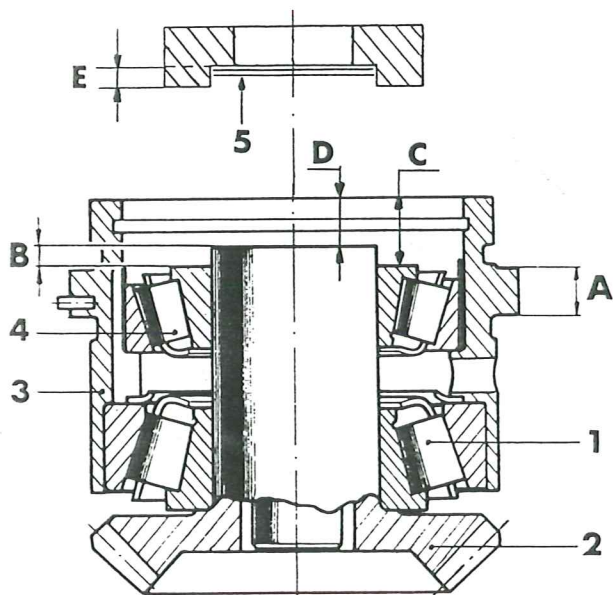

Fig. 7
10. Pressa vid behov av rullagret 1, fig 7 från drevet med hjälp av en "knivavdragare". Lagren 1 och 4 (12) kan bytas separat. Vid byte av lagrens ytterbanor kan dessa knackas ur, knacka jämt runt om. Oljekastarbrickan måste alltid bytas samtidigt med byte av lagerbanor.
1. Pressa på det större rullagret 1, fig 7, som ingår i kompletta dubbellagerboxen, (12 fig. 57) på drevet 2. Använd härvid verktyg 884263.
3. Bestäm måttet "B" fig 7 enligt följande: Använd en djupmikrometer och avläs måttet "C" mellan dubbellagerboxens kant och lagrets innerring, se fig 10, och sedan måttet "D" mellan dubbellagerboxens kant och drevets hals. Räkna därefter ut skillnaden.
4. Mät djupet på urtaget i ansatsbrickan E fig 7 (18) och lägg till detta mått så mycket shims 5 (20) att måttet "B" enligt punkt 3 erhålles.
5. Sätt sedan ansatsbrickan på plats. Drag samman kugghjulspaketet i dubbellagerboxen med verktyget 884286 och skruv (34) som drages med 12,5 kpm (90 lb.ft.). Snurra några varv och kontrollera återigen förspänningen, som skall vara 0,5–1,0 kpm. Om förspänningen visar sig vara för hög, skall ansatsbrickan demonteras och kuggdrevet pressas tillbaka något varefter ytterligare shims på försök lägges under ansatsbrickan, vid för låg förspänning minskas med ett shim. Här efter drages dubbellagerboxen ihop med verktyget 884286. Kontrollera åter förspänningen.